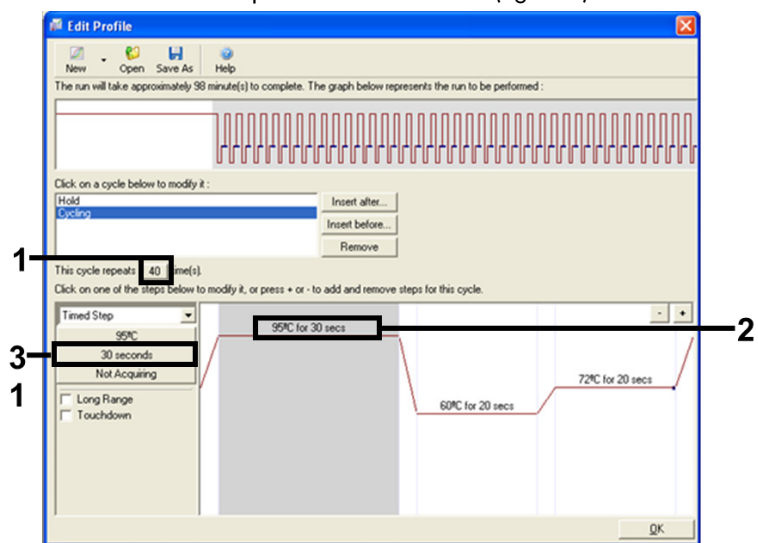

Figure 6. Étape de cycle à 95 °C.
8. Attribuer au nombre de répétitions de cycles une valeur de 40. Sélectionner la première étape et la définir sur « 95 °C pendant 30 secondes » (figure 6).